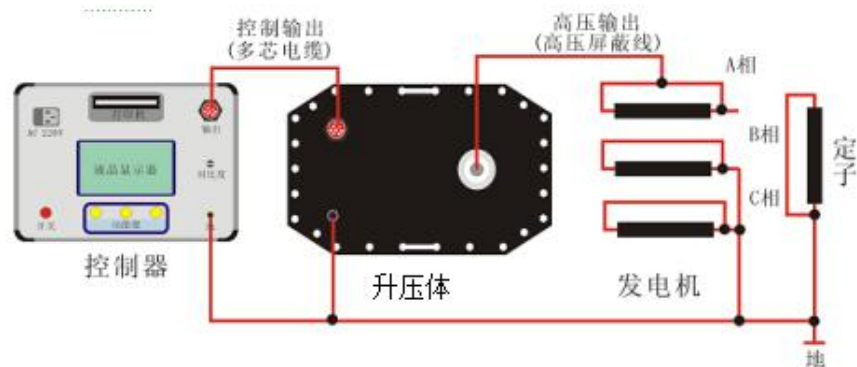

图 18 测量定子的某相连线图
2. 连线方法：试验时应分相进行，被试相加压，非被试相短接接地。如图 18 a/b 所示